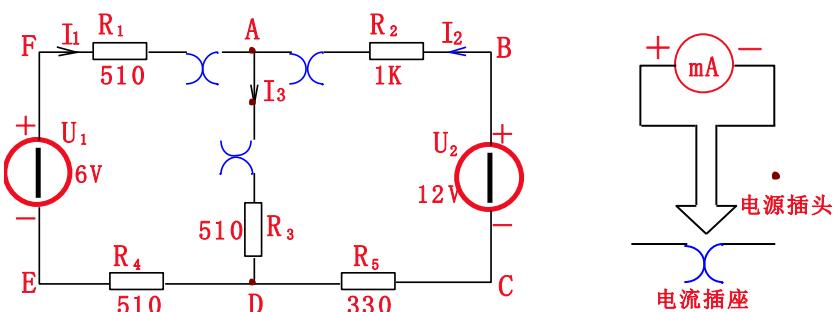

图 9-1
实验线路图 9-1，用 DGJ-03 挂箱的“基尔霍夫定律/叠加原理”线路。
- 实验前先任意设定三条支路和三个闭合回路的电流正方向。图 9-1 中的  $I_1$ 、 $I_2$ 、 $I_3$  的方向已设定。三个闭合回路的电流正方向可设为 ADEFA、BADC B 和 FBCE F。